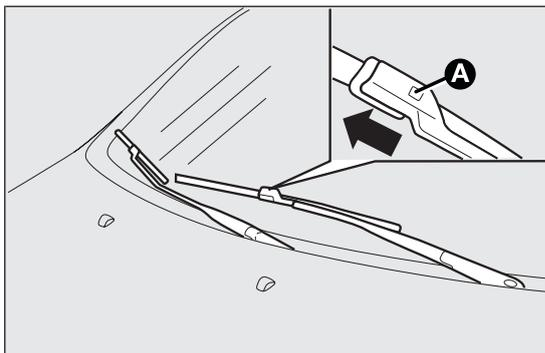

fig. 212
- presionar la lengüeta A fig. 212 del muelle de enganche y extraer la escobilla del brazo;